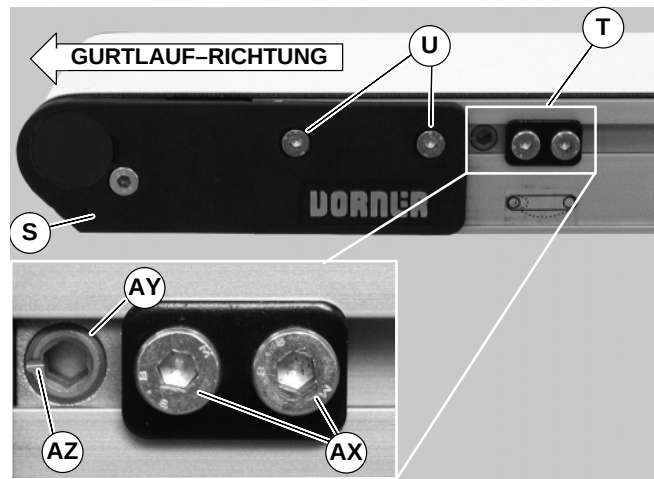

Abbildung 29
Förderbänder ohne V-Führungen sind mit Spurführungsnocken ausgestattet (T siehe Abbildung 29) um die Spurführung des Gurtes anzupassen.
1. Sicherstellen, daß die Deckplatten-Befestigungsschrauben (U siehe Abbildung 29) zu beiden Seiten des Förderbandes festgezogen sind.
2. Zu beiden Seiten des Förderbandes die zwei (2) Nocken-Befestigungsschrauben lösen (AX). Die Nocken einstellen (AY), bis die Anzeigeschlitze (AZ) horizontal vor dem Förderbandende liegen. Dann die Nockenbaugruppen gegen die Deckplatten schieben (S) und die Nocken-Befestigungsschrauben (AX) mit 7 Nm wieder festziehen.
3. Auf der Seite, in deren Richtung der Gurt läuft, die Deckplatten-Befestigungsschrauben lösen (U).
4. Bei laufendem Förderband mit einem 5 mm Innensechskantschlüssel den Spurführungsnocken (AY) in kleinen Schritten drehen, bis der Gurt in der Mitte des Förderbandes liegt. Dann die Nocken in dieser Position festhalten und die Befestigungsschrauben der Deckplatten (U) mit einem 4 mm Innensechskantschlüssel mit 7 Nm wieder festziehen.